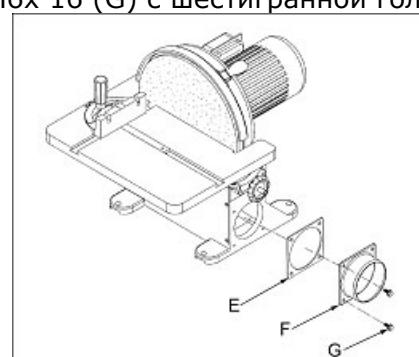

Рис. 3
Смонтируйте уплотнение (E, рис. 3) и отсасывающий патрубок (F) с помощью 4-х винтов M6x 16 (G) с шестигранной головкой.